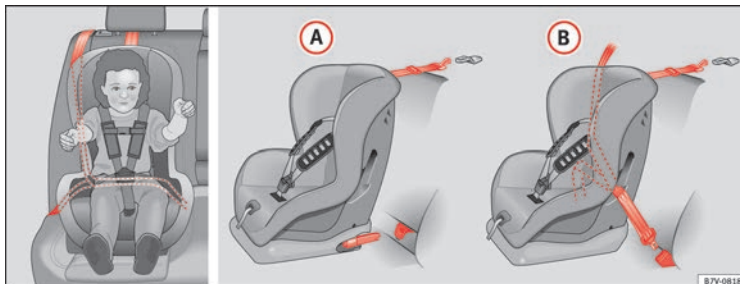

Fig. 30 En los asientos traseros: posibles montajes del asiento para niños.
La ilustración » **fig. 30 (A)** muestra la fijación básica del sistema de retención para niños con las anillas de sujeción inferiores y el cinturón de sujeción superior. La ilustración » **fig. 30 (B)** muestra la fijación del sistema de retención para niños con el cinturón de seguridad del vehículo.